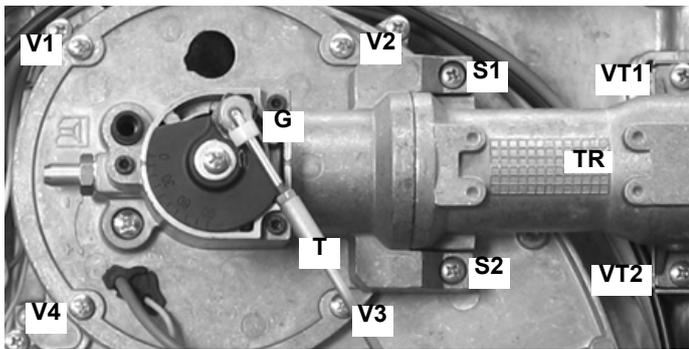

Fig. 16
- 1 Rimuovere il gancio in plastica **G** e sganciare il tirante **T** (Fig. 16) dalla sua sede.
- 2 Rimuovere le viti **V1**, **V2**, **V3**, **V4**, **VT1** e **VT2** (Fig. 16).